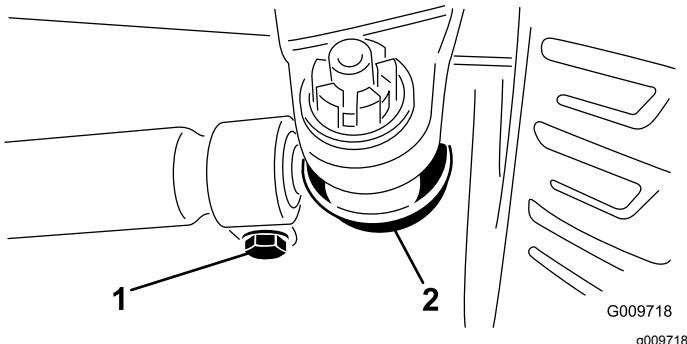

Figura 49
2. Para ajustar, remova o contrapino e a porca de cada uma das rótulas da barra de ligação (Figura 49). Remova a junta da barra de ligação do suporte do eixo.
3. Desaperte as abraçadeiras que estão em ambas as extremidades das barras de ligação (Figura 49).
4. Rode uma (1) vez a rótula separada, para dentro ou para fora. Aperte a abraçadeira na parte solta da barra de ligação.
5. Rode uma (1) vez todo conjunto da barra de ligação na mesma direção (para dentro ou para fora). Aperte a abraçadeira na extremidade ligada da barra de ligação.